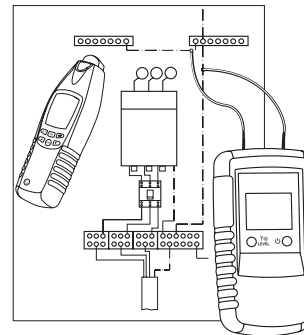

Figura 13
- Ligue o transmissor ao sistema em conformidade com a figura 13. Agora, o condutor neutro, estando presente dentro do sistema total, pode ser seguido.